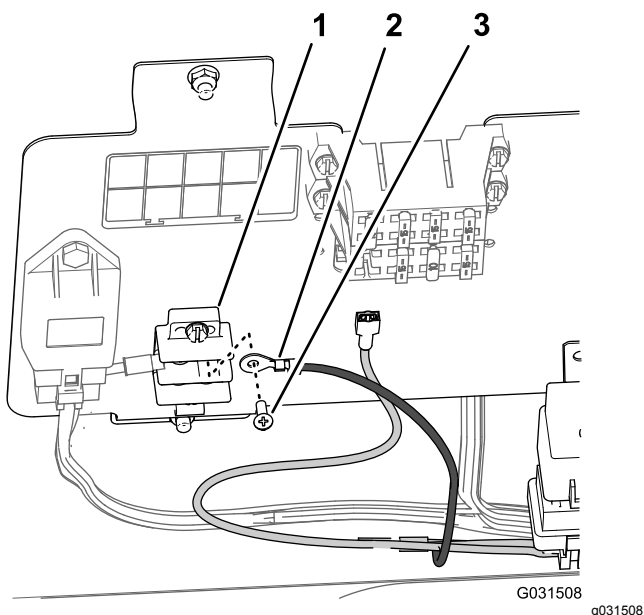

Figura 202
1. Retire el tornillo del bloque del terminal de tierra (Figura 202).
2. Sujete el terminal de anillo del arnés de cables del kit de acabado al bloque del terminal de tierra con el tornillo que retiró en el paso 1 (Figura 202).